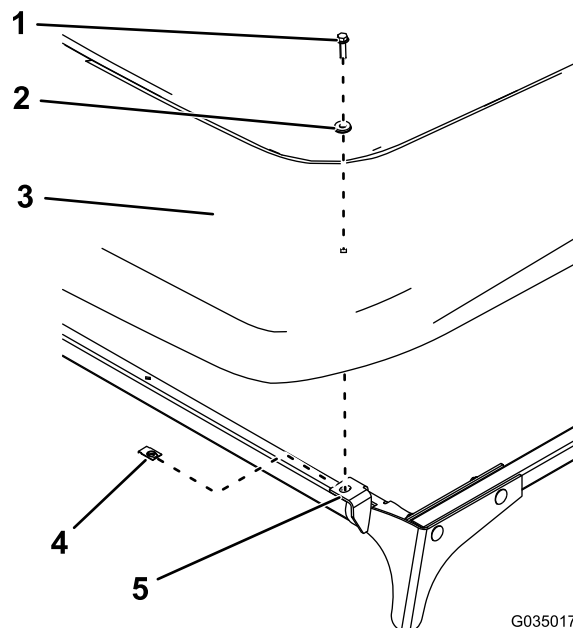

Figura 12
12. Instale a sombra nas placas dianteiras utilizando 2 cliques, 2 anilhas vedantes e 2 parafusos flangeados hexagonais (1/4 x 1"), como se mostra na Figura 12.